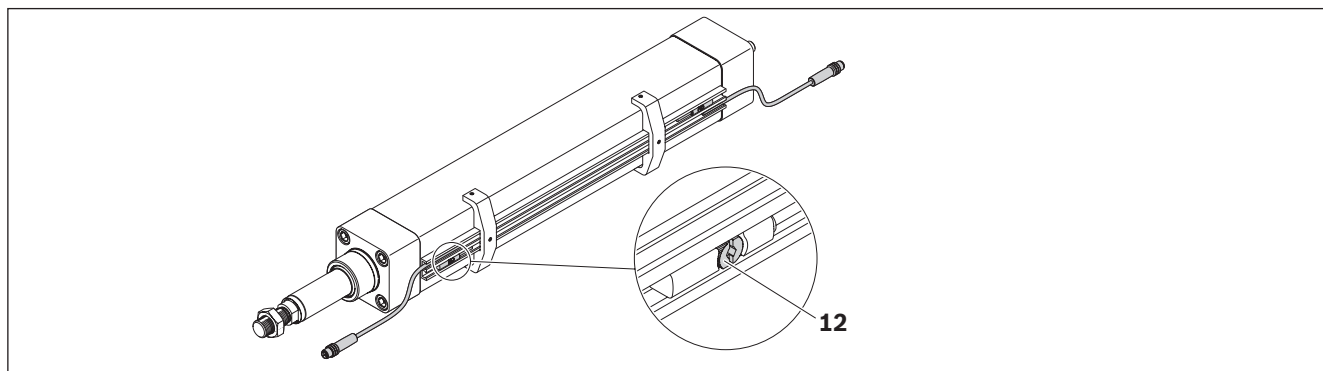

Fig. 28 : Montage des interrupteurs
1. Insérer les interrupteurs (capteurs de champ magnétique) dans la rainure en T du profilé de capteur **(1)** de telle sorte que la vis de serrage **(12)** pointe vers l'extérieur ➡ Fig. 28.
3. Fixer en tournant la vis de serrage **(12)** ➡ Fig. 28 à la page 27. Serrer la vis à la main et vérifier que l'interrupteur est positionné correctement.